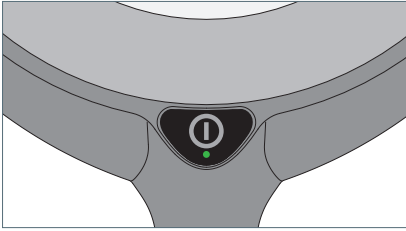

Fig. 9: Taste.
- Drücken Sie die Taste, siehe Fig. 9.
- Drücken Sie die Taste und halten Sie diese Taste gedrückt, siehe Fig. 9.
- Drücken Sie die Taste zweimal schnell hintereinander, siehe Fig. 9.